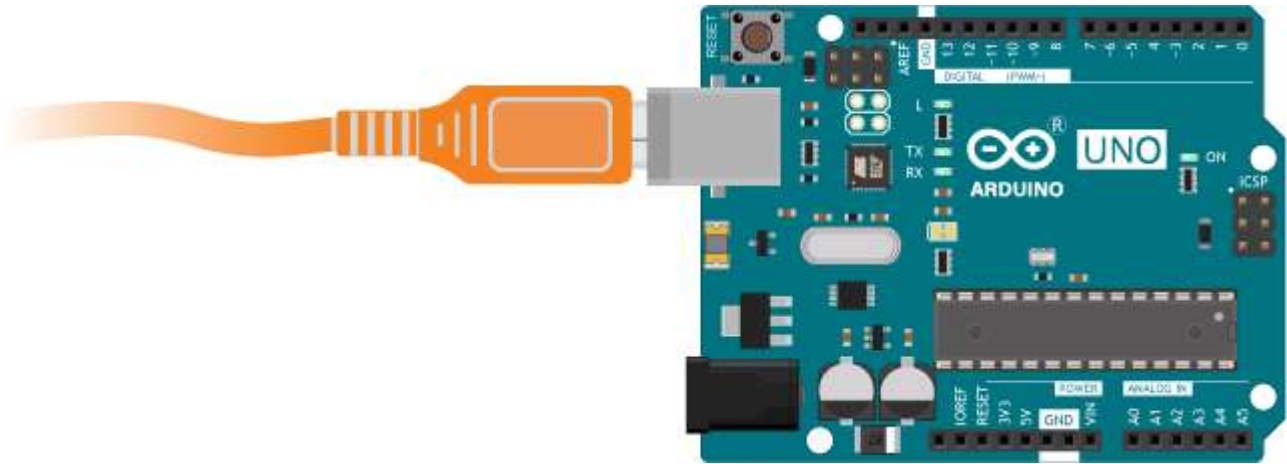

Рис.3.10 – Схема підключення плати керування Arduino Uno до ПК.
3. Підключити плату керування Arduino Uno до ПК, (рис.3.10).